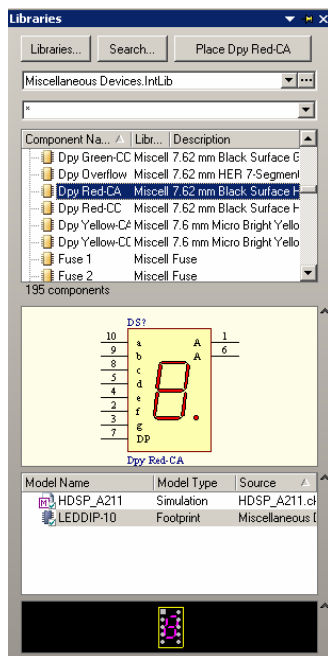

图 2.140 选择“Dpy Red-CA”器件
(1) 单击“Libraries”标签，打开“Libraries”工作面板，在元件库列表中选择“Miscellaneous Devices.IntLib”。
(2) 在“Libraries”工作面板的元件列表中选择“Dpy Red-CA”器件，如图 2.140 所示。